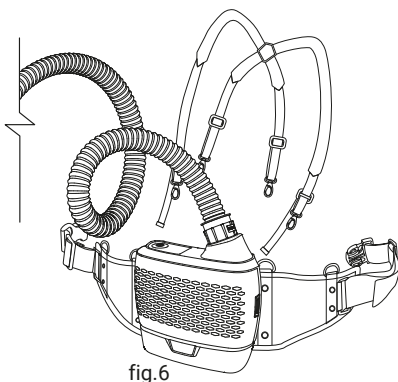
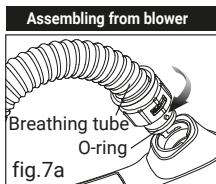

fig.6
fig.7a
- Überprüfen Sie immer das PAPR-Ende des Atemschlauchs, um sicherzustellen, dass der Gummi-O-Ring an seinem Platz ist, siehe Abb. 7a. Ersetzen Sie ihn, wenn er fehlt oder beschädigt ist.
Führen Sie die beiden Stifte des Atemschlauchs in die Gebläseeinheit und den Kopfseitenanschluss ein (siehe Abb.6), drehen Sie sie 1/4 Umdrehung in die Anti-„OPEN“-Richtung, um sie zu arretieren (siehe Abb.7a).